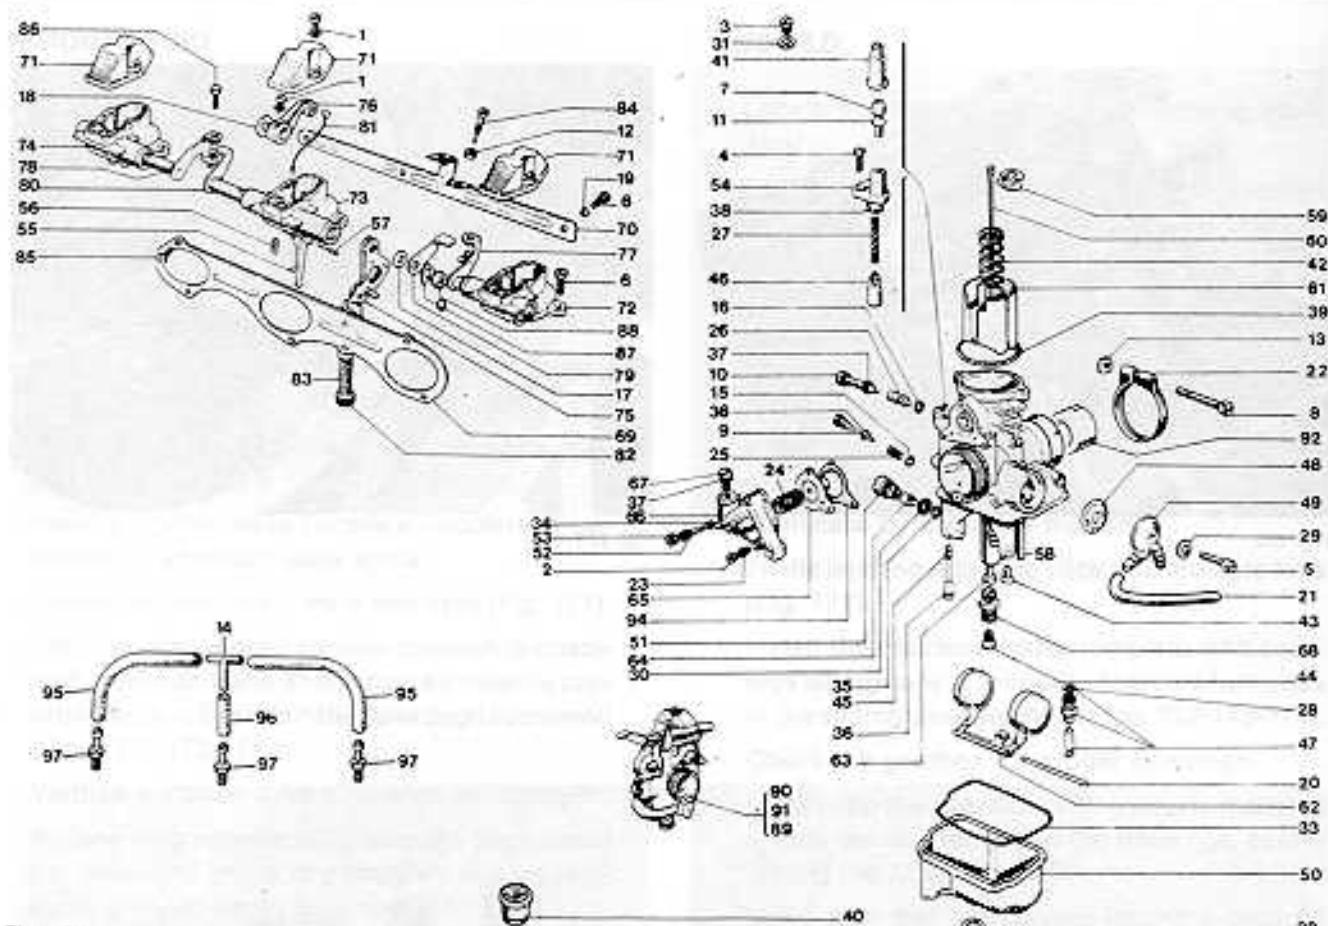

Fig. 176
- I particolari usurati o danneggiati devono essere sostituiti esclusivamente con parti di ricambio originali aventi lo stesso numero di codice e la medesima taratura (Fig. 176).
- Damaged or worn out parts should be discarded; fit only original spare parts with the same codes and the same calibration (Fig. 176).